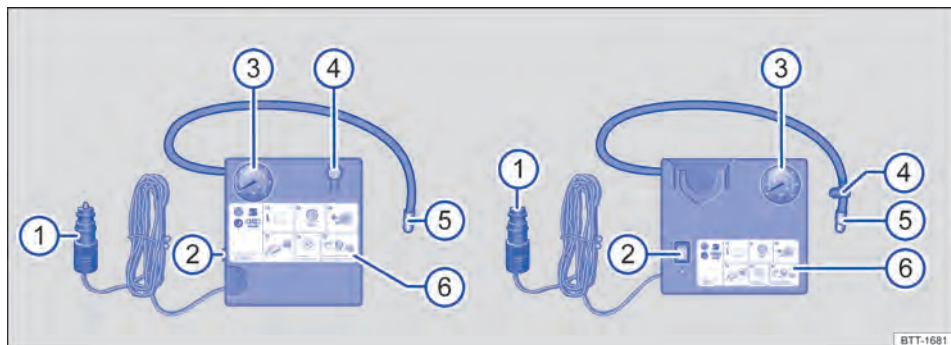

Fig. 202 Representación esquemática: compresor del kit reparapinchazos.
El compresor del kit reparapinchazos se compone de los siguientes elementos → fig. 202:
- Enrosque fijamente el tubo de inflado → fig. 202 5 del compresor de aire en la válvula del neumático.
- Compruebe que el tornillo de descarga de aire → fig. 202 4 esté cerrado.
- Acople el conector de 12 voltios → fig. 202 ① a una toma de corriente de 12 voltios del vehículo → pág. 167.
- Encienda el compresor de aire con el conmutador de encendido y apagado → fig. 202 ②.
- Vuelva a enroscar el tubo de inflado → fig. 202 ⑤ y compruebe la presión del neumático en el indicador de la presión de los neumáticos → fig. 202 ③.